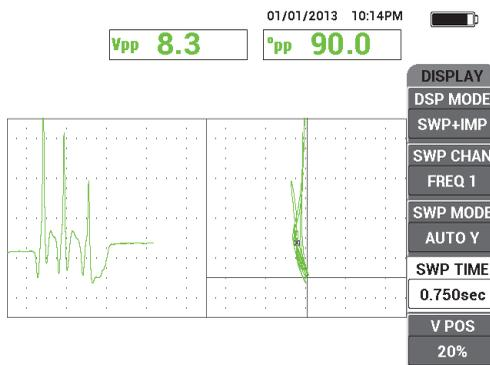

Рис. 5-37 Отображение максимальной амплитуды сигнала и угла сигнала (по умолчанию)
3. Убедитесь, что значение максимальной амплитуды сигнала и угол сигнала отображаются по умолчанию, как показано в примере на Рис. 5-37 на стр. 161. Подробнее о типе показания или положении на импедансной плоскости см. в «Отображение значений в режиме реального времени» на стр. 64.